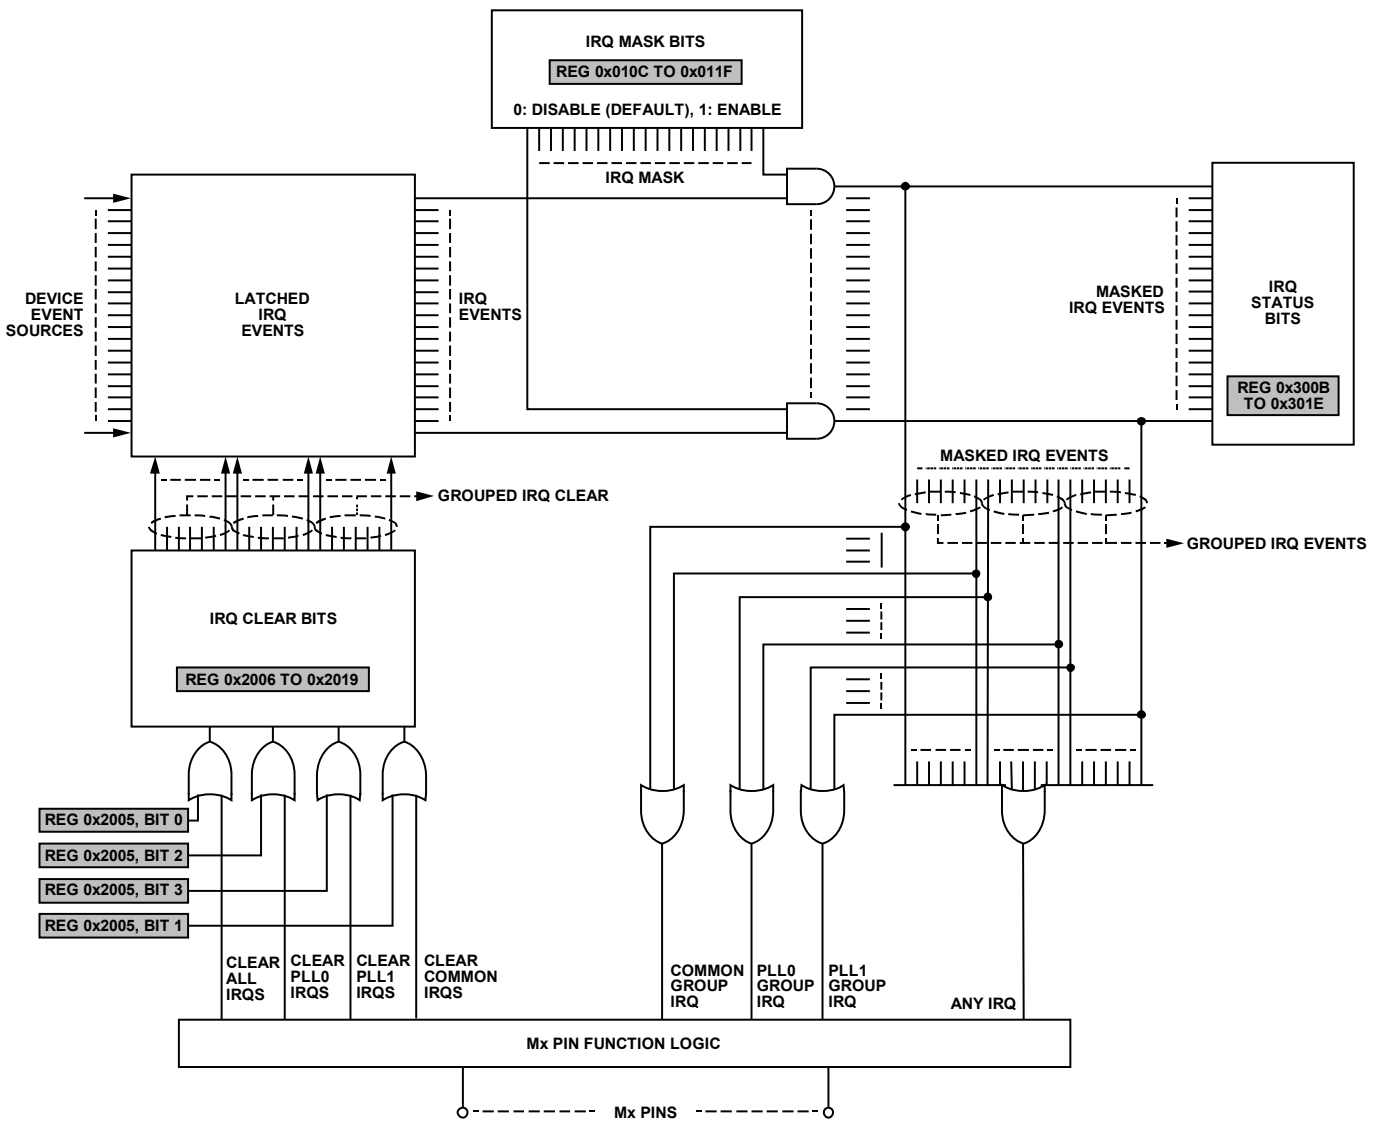

図 123. IRQ システム図
AD9546 は、特定の内部デバイス・イベントをモニタし、それらのイベントによって IRQ イベントがトリガされる可能性があります。以下に示す 3 グループのレジスタ (図 123 を参照) が、AD9546 内の IRQ 機能を制御します。
IRQ ロジックは、すべての IRQ ステータス・ビットのステータスの論理和 (OR) を介して、特定のデバイス・イベントに関する IRQ イベント・ステータスの結果を示すことができます。更に、IRQ ロジックは、特定の IRQ イベントの選ばれたグループ、つまり PLL0 IRQ、PLL1 IRQ、および共通 IRQ に関する IRQ イベント・ステータスの結果を提供します (図 123 を参照)。
IRQ マスクがあることによって、IRQ イベント生成のために特定のデバイス・イベントを選択する一方で、他のすべての特定デバイス・イベントが IRQ (図 123 の PLL0 IRQ、PLL1 IRQ、共通 IRQ、または任意の IRQ 信号) に影響を与えないよう無視 (マスク) することができます。
IRQ クリア・ビットは、IRQ ステータス・ビットとのビット通信を行うための 1 つのビットで構成されます。IRQ クリア・ビットにロジック 1 を書き込むと、対応する IRQ イベントがロジック 0 に強制されて、特定の IRQ イベントがクリアされます。IRQ クリア・レジスタは、自動クリアリングです。そのため、レジスタ 0x2006~レジスタ 0x2019 の任意の IRQ クリア・ビットにロジック 1 を書き込むと、その後デバイスは自動的に IRQ クリア・ビットをロジック 0 に復元します。図 123 に示す PLL0 IRQ、PLL1 IRQ、共通 IRQ、または任意の IRQ 信号に関連する IRQ クリア・ビットをユーザがすべてクリアするまで、IRQ はアサートを維持します。
もしくは、いずれかの多機能ピンを IRQ グループのクリア入力としてプログラムすることで、レジスタ 0x2005 への書込みではなく、外部ロジック信号によって IRQ グループをクリアすることができます (図 123 を参照)。